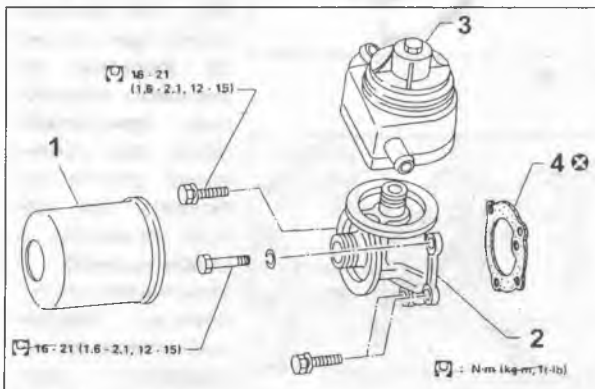

Рис. 95
Для очистки масла в системе предусмотрены два фильтра: фильтр маслоприемника в виде сетки для грубой очистки масла и фильтр тонкой очистки масла (1), устанавливаемый на одном кронштейне (2) вместе с масляным радиатором (3) (Рис. 95). Фильтр грубой очистки необходимо прочищать в процессе эксплуатации при замене масла в картере двигателя с обязательной промывкой. Фильтр тонкой очистки полнопоточный (через него проходит все масло, поступающее в главную масляную магистраль в блоке цилиндров). В кронштейне крепления топливного фильтра встроен перепускной клапан, который при засорении фильтра тонкой очистки открывается и пропускает в магистраль неочищенное масло. Фильтр тонкой очистки заменяется с определенной периодичностью в зависимости от условий эксплуатации и используемого масла. Для замены фильтра тонкой очистки его следует снять с по-